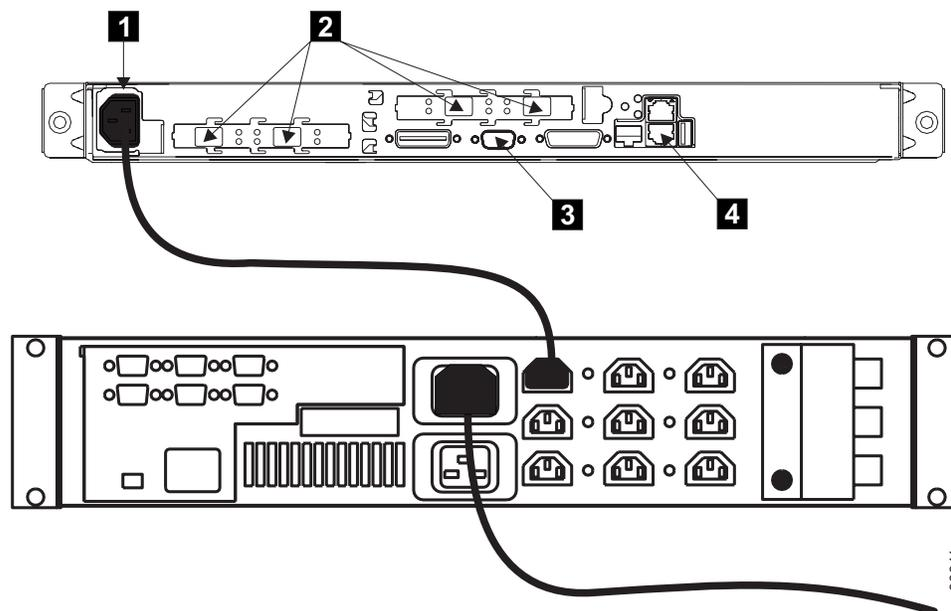

図 5. SAN ボリューム・コントローラー 2145-4F2 および 2145 UPS 用の電源ケーブルとシグナル・ソケット
- 電源ケーブルが 2145 UPS に差し込まれていることを確認する。また、電源ケーブルのもう一方の端が 2145 UPS からラック内の配分点に接続されていることを確認する。図 5 は、SAN ボリューム・コントローラー 2145-4F2 および 2145 UPS 用のコネクタを示しています。電源ケーブル・コネクタは図中では **1** と示されています。